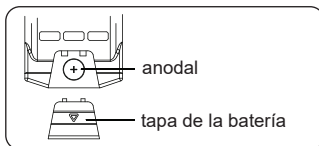

Fig.1
- 1.Coloque la pila CR2032 en el altímetro con el polo positivo hacia fuera (Fig.1).